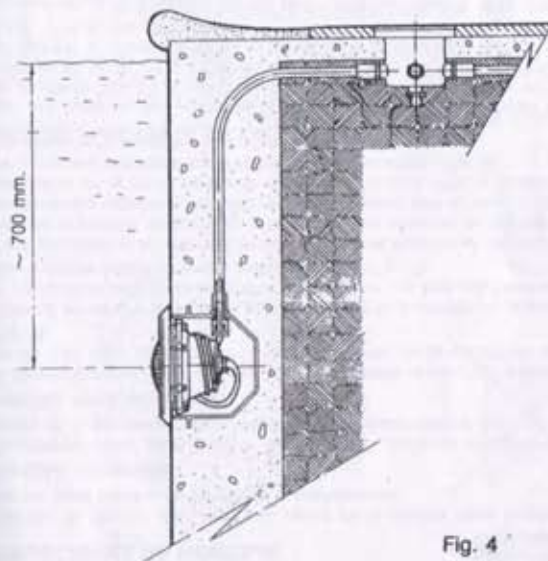

Fig. 4
- 3.4 Bearing in mind the possibility of having to change a bulb, the projector should be installed in an accessible place, either from the upper edge of the pool or from the lower part of same. We recommend installation on the upper part (as in Figure 4) in order to avoid emptying the pool when having to change a bulb.
- 4 Teniendo en cuenta la posibilidad de tener que cambiar la lámpara, el proyector se instalará en lugares accesibles, bien desde el borde superior de la piscina o bien desde la parte posterior de la misma. Se recomienda su instalación en la parte superior (tal como se indica en la Fig. 4) para evitar el vaciado de la piscina en caso de recambio de la lámpara.
- 3.4 Um die Möglichkeit des Lampentausches zu gewährleisten, sollten die Scheinwerfer an leicht zugänglichen Stellen eingebaut werden, entweder beim oberen oder hinteren Beckenrand. Es wird der Einbau am oberen Schwimmbeckenrand empfohlen (Fig. 4) um den Lampenwechsel zu erleichtern.